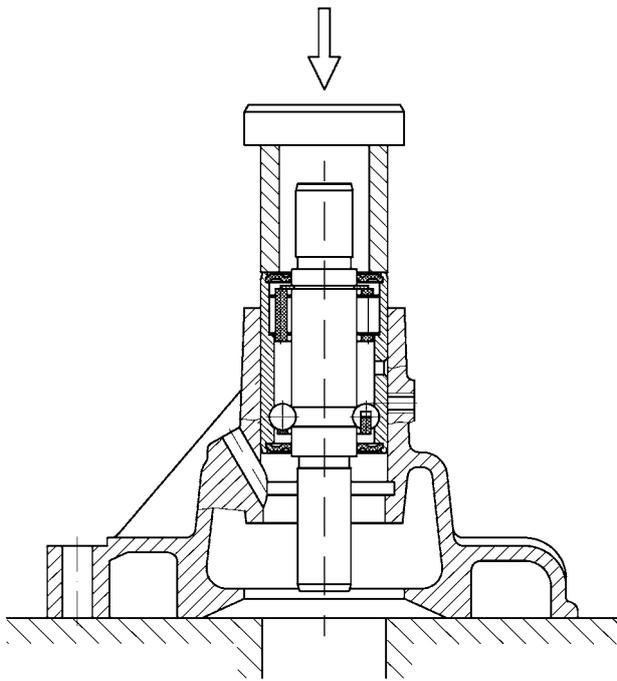

Рис.92. Запрессовка подшипника с валиком
- с помощью оправки запрессовать подшипник с валиком в сборе в корпус так, чтобы гнездо под фиксатор на обойме подшипника совпало с отверстием в корпусе насоса (рис.92);